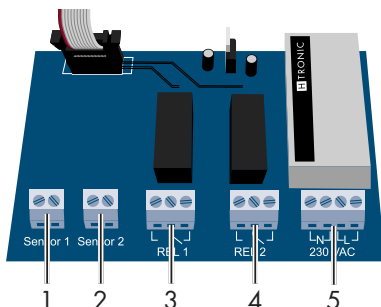
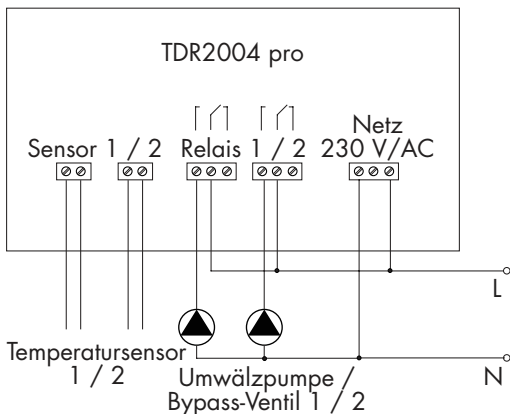

Abbildung 5 Innerer Anschluss
Abbildung 6 Schaltplan
10. Schließen Sie die Phase der Spannungsversorgung an die Schraubklemme "L" des Anschlusses Spannung an (Abbildung 5, Pos. 5).
11. Schließen Sie den Neutralleiter der Spannungsversorgung an die Schraubklemme "N" des Anschlusses Spannung an (Abbildung 5, Pos. 5).
13. Schließen Sie die Leitungen des Temperatursensors 1 an je einer der Schraubklemmen des Anschlusses Sensor 1 an (Abbildung 5, Pos. 1).
17. Schließen Sie die Leitungen des Temperatursensors 2 an je eine der Schraubklemmen des Anschlusses Sensor 2 an (Abbildung 5, Pos. 2).
- ▶ Bei Umwälzpumpen / Bypass-Ventilen mit Betriebsspannung von 230 V / AC kann die Phase und der Neutraleiter von der 230 V Spannungsversorgung für den TDR2004 pro gebrückt werden, siehe "Abbildung 6 Schaltplan" auf Seite 27 und Pos. 5 "Abbildung 5 Innerer Anschluss" auf Seite 24.
21. Schließen Sie die Spannungsversorgung an der mittleren Schraubklemme des Anschlusses Relais 1 an (Abbildung 5, Pos. 3).
22. Schließen Sie die Phase der Umwälzpumpe / Bypass-Ventil 1 an der linken Schraubklemme des Anschlusses Relais 1 an (Abbildung 5, Pos. 3).
23. Schließen Sie den Neutralleiter der Umwälzpumpe / Bypass-Ventil 1 an der Schraubklemme "N" des Anschlusses Spannung an (Abbildung 5, Pos. 5).
27. Schließen Sie die Spannungsversorgung an der mittleren Schraubklemme des Anschlusses Relais 2 an (Abbildung 5, Pos. 4).
28. Schließen Sie die Phase der Umwälzpumpe / Bypass-Ventil 2 an der linken Schraubklemme des Anschlusses Relais 2 an (Abbildung 5, Pos. 4).
29. Schließen Sie den Neutralleiter der Umwälzpumpe / Bypass-Ventil 2 an der Schraubklemme "N" des Anschlusses Spannung an (Abbildung 5, Pos. 5).